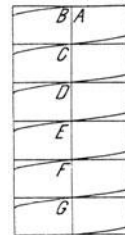

Fig. 14.
b) Schneide die Zeichnung sorgfältig aus und klebe sie als Mantel um die Holzwalze (Fig. 14). Was für eine Linie bilden nun die Eckenlinien? *Schraubenlinie*.